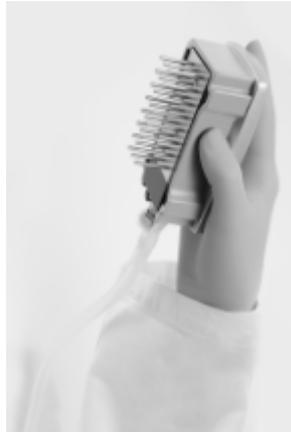

Figura 4. Ilustração da ferramenta de vácuo erguida excedendo um ângulo de 90° na vertical.
9. Erga a ferramenta de vácuo para cima e para trás excedendo um ângulo de 90° na vertical por 5 segundos para drenar o líquido das sondas de filtro (Figura 4).
14. Erga a ferramenta de vácuo para cima e para trás excedendo um ângulo de 90° na vertical por 5 segundos para drenar o líquido das sondas de filtro (Figura 4).
15. Desligue o interruptor de vácuo na ferramenta de vácuo (Off) e a posicione na posição Parada (P).